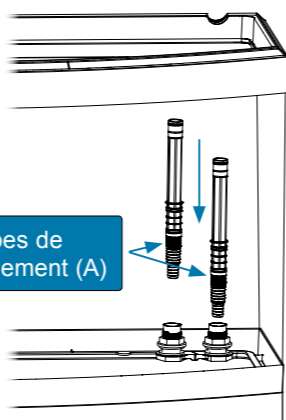

Fig. 2
- Glisser l'un des tubes de raccordement (A) entièrement dans l'ouverture (O) jusqu'à ce qu'il s'arrête (Fig. 2).
2. Glisser le second tube de raccordement (A) entièrement dans l'ouverture (I) jusqu'à ce qu'il s'arrête (Fig. 2).